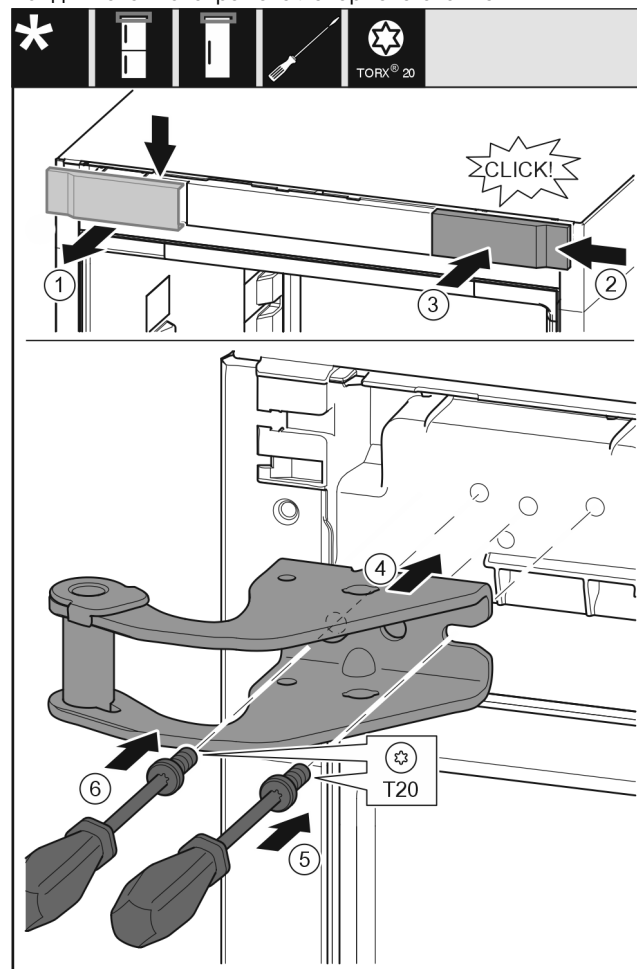

Fig. 11
- ▶ Свалете капака Fig. 11 (1) от горе напред.
- ▶ Закачете капака Fig. 11 (2), завъртян на 180°, от другата страна отъясно.
- ▶ Фиксирайте капака Fig. 11 (3).
- ▶ Поставете горната лагерна стойка Fig. 11 (4).
- ▶ С отвертка поставете винта Fig. 11 (5) и го затегнете.
- ▶ С отвертка поставете винта Fig. 11 (6) и го затегнете.